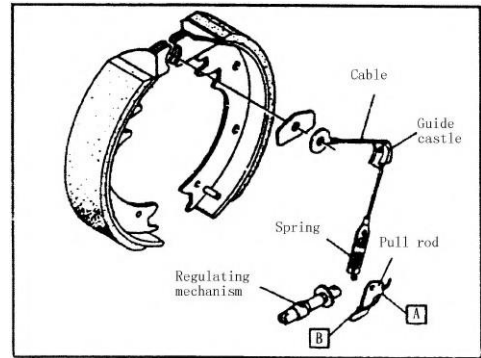
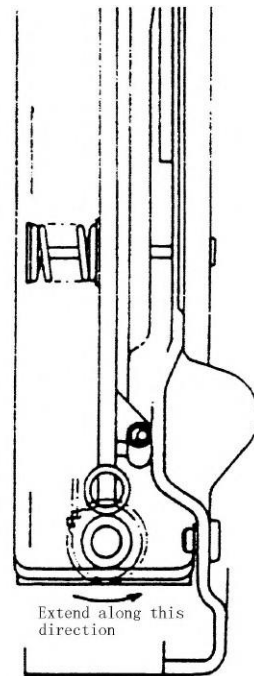

Figura 3-6
Figura 3-7 Mecanismo de autoajuste de la holgura
3) Mecanismo de autoajuste de la holgura El mecanismo de autoajuste de la holgura puede mantener un distancia adecuada entre la placa de fricción y el tambor de freno. La estructura se muestra en la figura 3-6. El mecanismo de autoajuste de la holgura sólo funciona cuando la carretilla se desplaza en sentido inverso.
Cuando se realiza la operación de frenado cuando el montacargas se desplaza en reversa, la zapata de freno auxiliar hace contacto con la zapata de freno principal y gira con la zapata de freno principal. Por lo tanto, la barra de tracción gira a la derecha con el punto A. Como se muestra en la figura 3-6, el punto B será conducido hacia arriba. Tras soltar el freno, la zapata vuelve a la posición inicial. La varilla de tracción gira hacia la izquierda y el punto B desciende. Cuando la holgura entre la placa de fricción y el cubo del freno se hace más grande, la distancia vertical del punto B gira, el regulador se desplazará a los siguientes dientes. La varilla reguladora se alarga (ver la figura 3-7), y la holgura se hace más pequeña. El rango de regulación de la holgura se indica en la siguiente tabla.